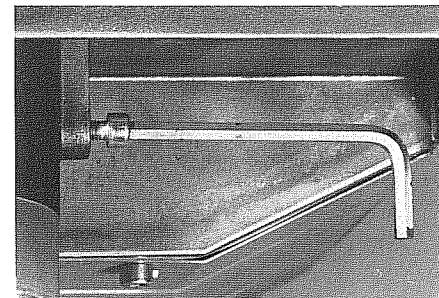

Abb. 55
- Klemmschraube am Gaskopf 1-2 Umdrehungen lösen (Abb. 55)
Klemmschraube (Abb. 55) nach Zusammenbau des Brennergehäuses unbedingt wieder festziehen.